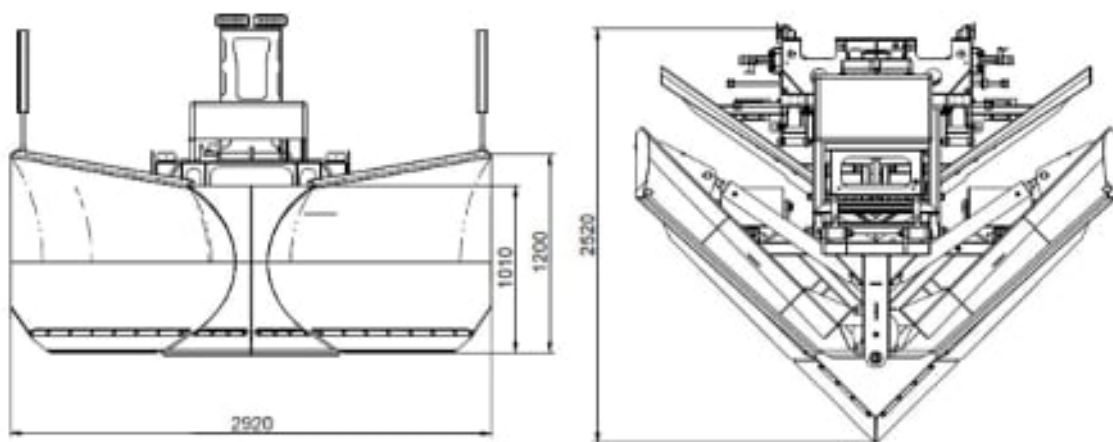

Abb. 2: Position A
- Keil-Stellung 90° (A-Form), siehe Abb. 2